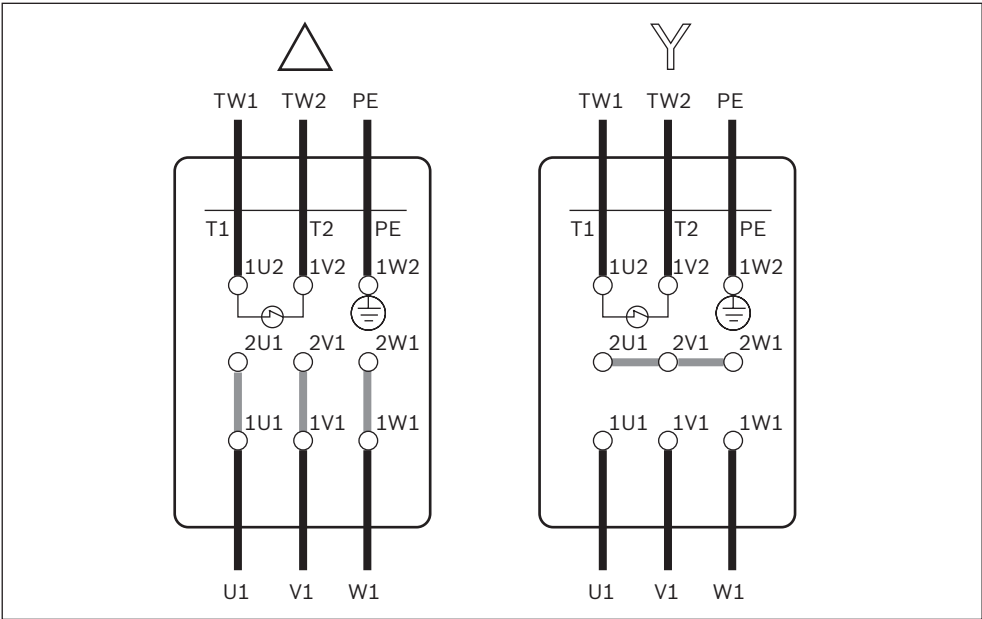

Fig. 11: Esquema de conexões do circuito em triângulo / da conexão em estrela
- Conecte o motor na conexão em estrela ou no circuito em triângulo, de acordo com os esquemas de conexões, consulte Fig. 11 na página 20 e o esquema de conexões na caixa de bornes.
- Para alterar a direção de rotação do motor, troque dois fios aleatórios (U1, V1 ou W1, consulte Fig. 11 na página 20).